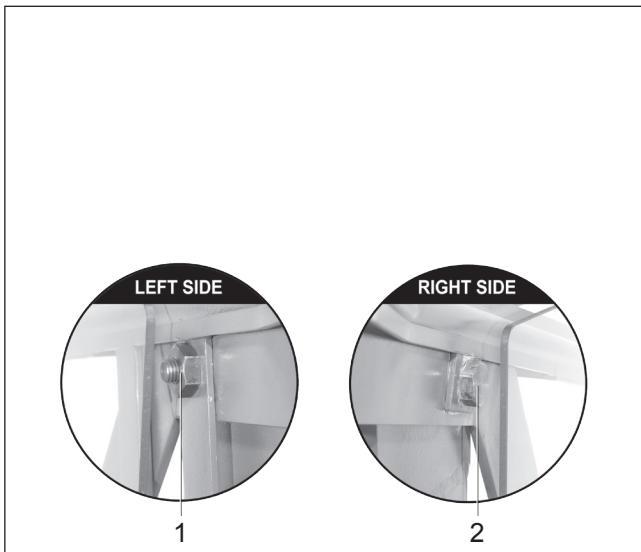

Fig. 12
- Lossa muttern (Fig. 12/1) och skruven (Fig. 12/2).
- Drag åt skruven (Fig. 12/2) för att minska glappet.
- Lås skruven med muttern (Fig. 12/1).